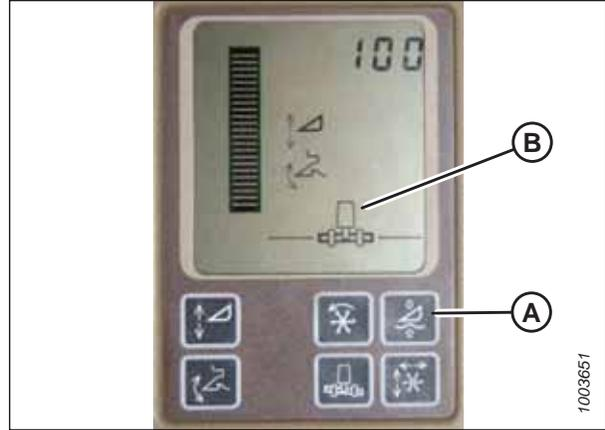

Figure 3.292: Affichage des moissonneuses-batteuses John Deere
N'utilisez **PAS** la fonction de flottement de plateforme active (A) en combinaison avec le contrôle de hauteur automatique de la plateforme (CHAP) MacDon – les deux systèmes vont se neutraliser l'un l'autre. Le symbole de la plateforme (B) sur l'écran ne doit **PAS** être souligné d'une ligne ondulée et doit apparaître exactement comme indiqué dans l'affichage de la commande de la plateforme active à la figure 3.292, page 196.